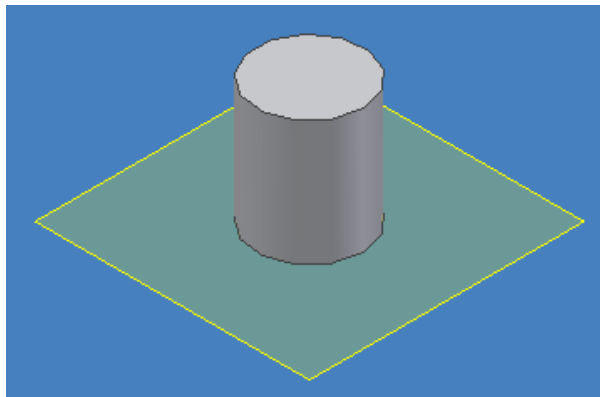

Figura 3.66 Eliminación del segundo solido por medio de SPLIT PART.
- Después seleccione el sólido que desea eliminar de su prototipo y pulse OK, figura 3.66.